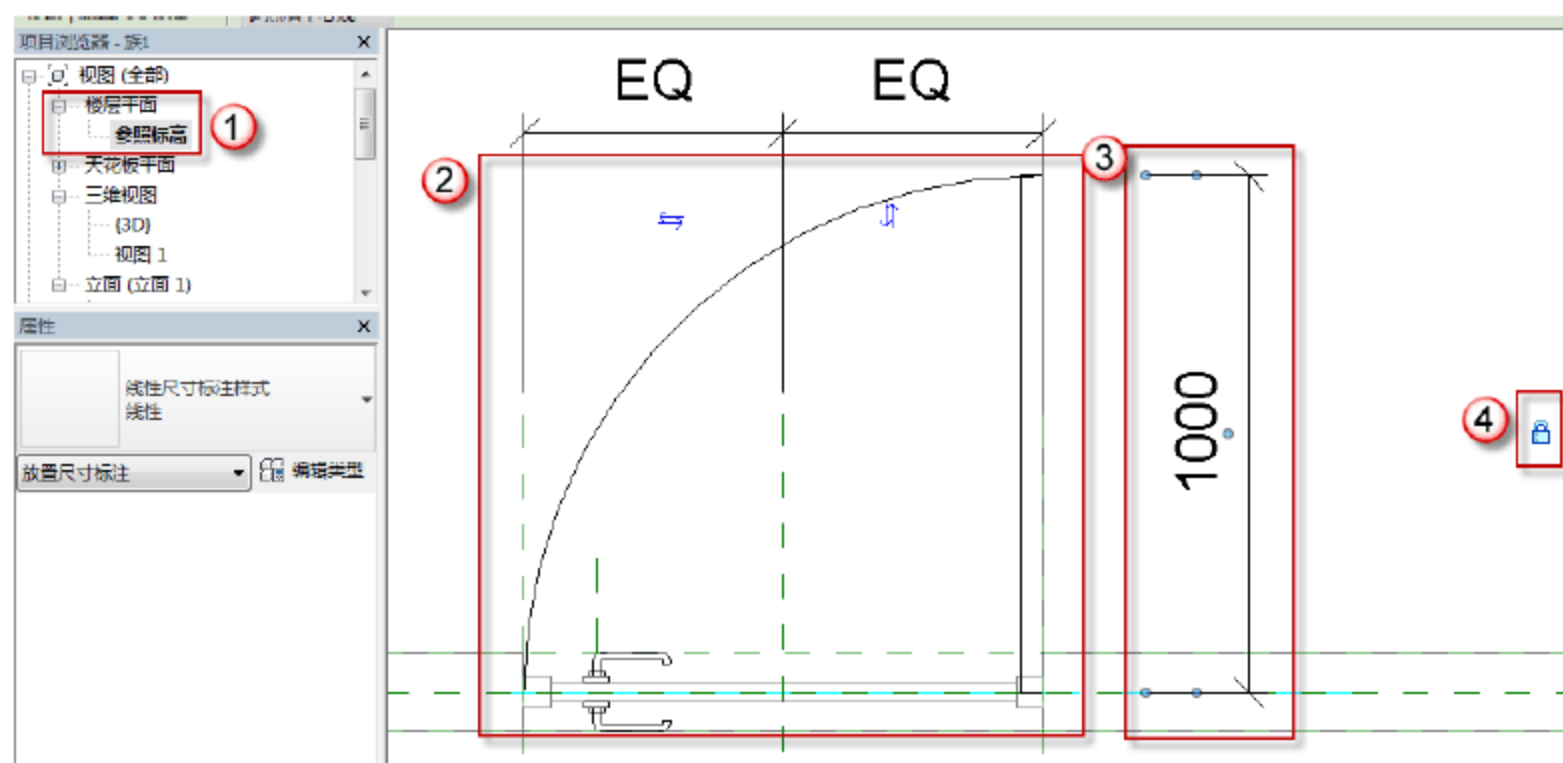

图 6.1.143 绘制单开门 M1021 的平面轮廓线
(23) 绘制单开门 M1021 的平面轮廓线。选择“项目浏览器”中的“楼层平面”→“参照标高”选项,进入门的参照标高视图。选择“注释”→“符号线”命令,绘制如图 6.1.143 所示门的投影线,按快捷键 D+I,为矩形“门板轮廓线”长边做标注,并将此标注锁定。